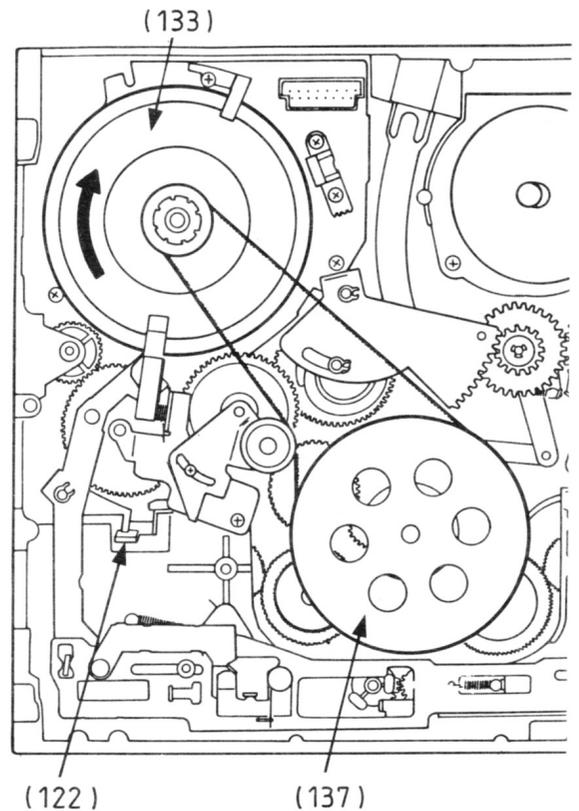

Fig. 15
- Pousser le levier (122) et tourner le volant cabestan (133) dans le sens des aiguilles d'une montre jusqu'à engagement complet de la bande. (Fig.15)